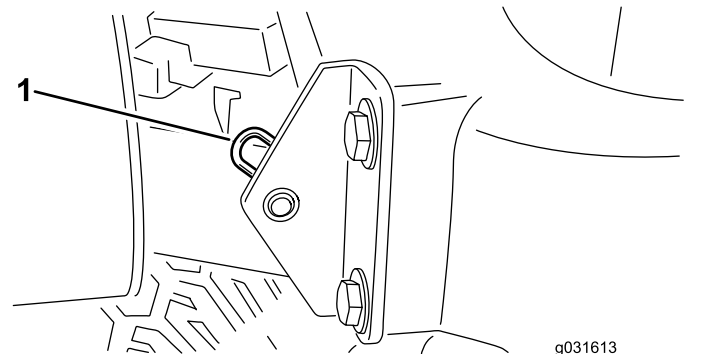

Figure 57
2. Retirez la goupille fendue qui fixe le pivot de capot aux supports (Figure 57).